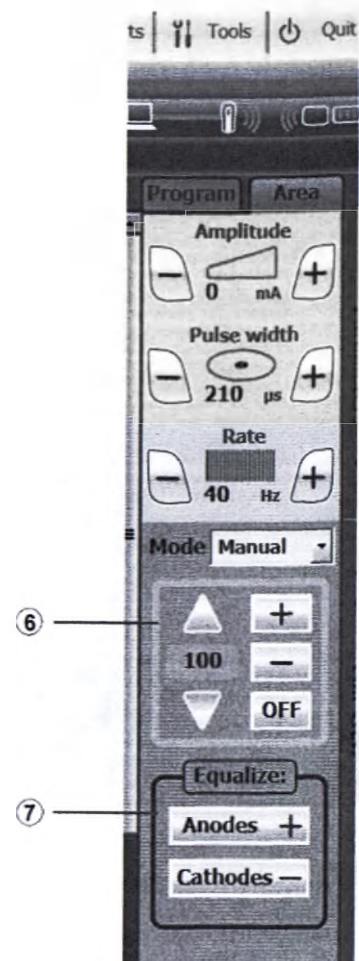

Рисунок 24: Панель параметров
4. Выберите контакт или корпус ИГИ и укажите полярность с помощью регулятора полярности (см. Рисунок 24).
8. Вручную направьте ток, воспользовавшись регулятором процентного значения (см. Рисунок 24).